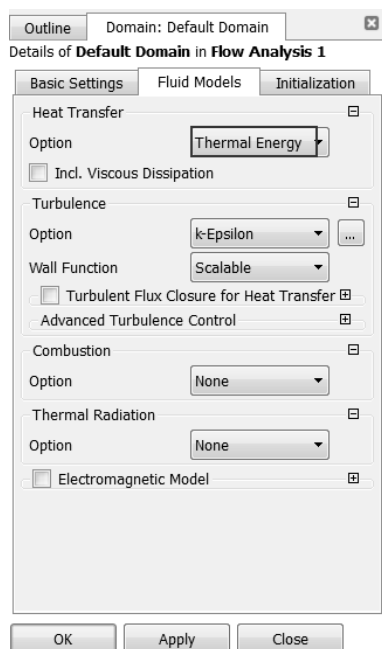

图 17-21 设置计算域
Step5：选择 Fluid Models 选项卡，如图 17-21 所示，在 Option 栏中选择 Thermal Energy 选项，单击 OK 按钮。